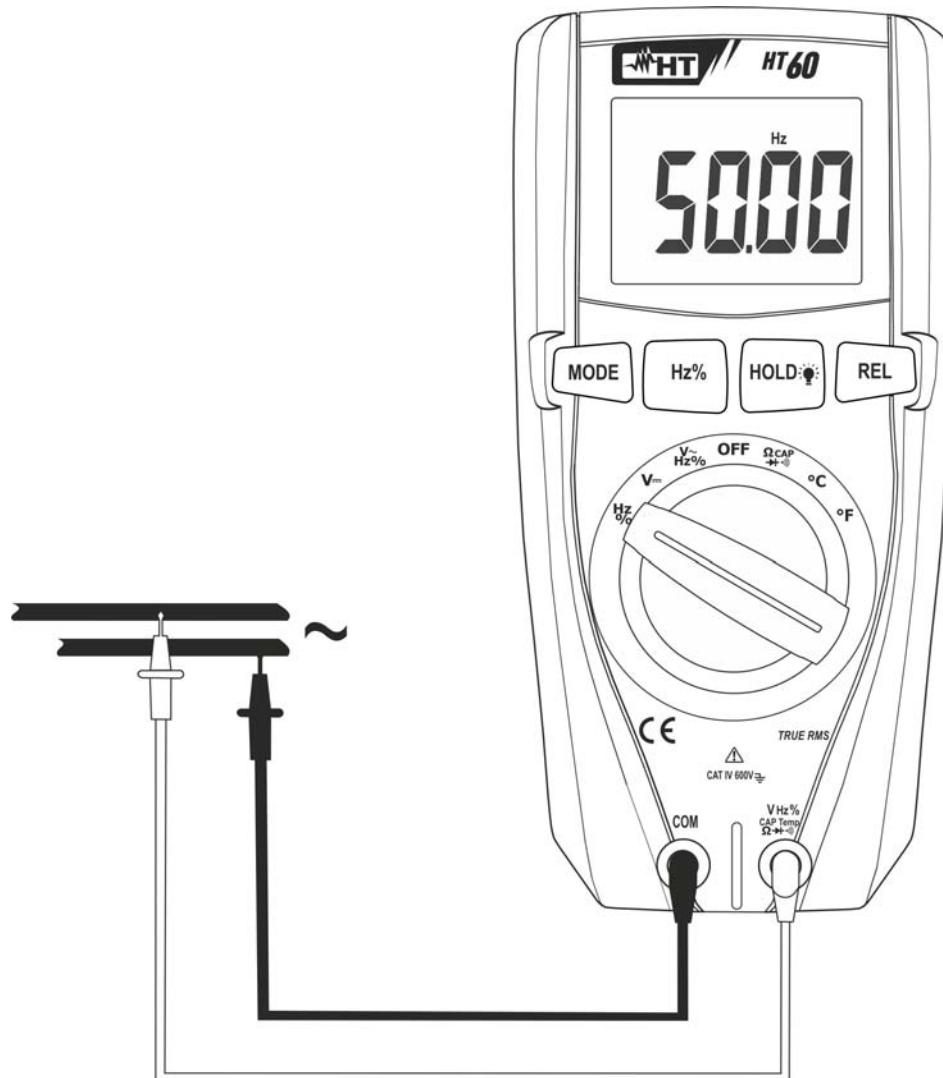

Fig. 6: Uso del instrumento para medidas de Frecuencia y Duty Cycle
3. Posicione las puntas en los puntos deseados del circuito en examen (vea Fig. 6). El valor de la frecuencia se muestra en pantalla